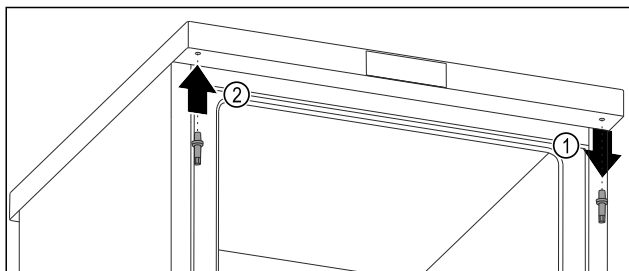

Fig. 14
- Svitare il perno superiore con una chiave esagonale. *Fig. 14 (1)*
- Avvitare il perno sul lato opposto con una chiave esagonale. *Fig. 14 (2)*